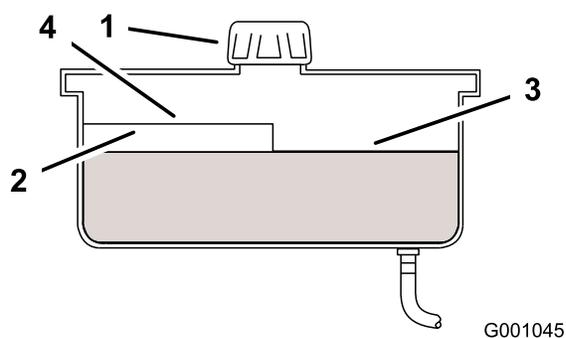

Figura 46
4. Limpie la zona alrededor del tapón y el cuello de llenado del depósito hidráulico (Figura 46).
5. Retire el tapón del cuello de llenado y compruebe el nivel de aceite en el depósito. (Figura 46).
Nota: El nivel de aceite debe llegar a la parte superior del nivel caliente del tabique cuando el aceite está caliente (Figura 46).